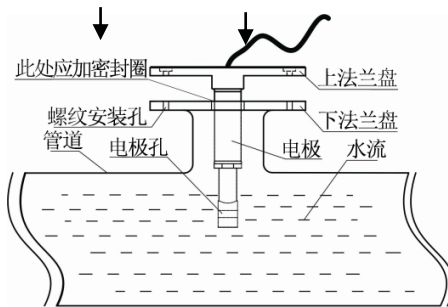

图 4.3.2
2) 先给管道下法兰盘入孔垫上合适的密封圈, 然后将上法兰盘装入管道中, 如下图 4.3.2 所示: